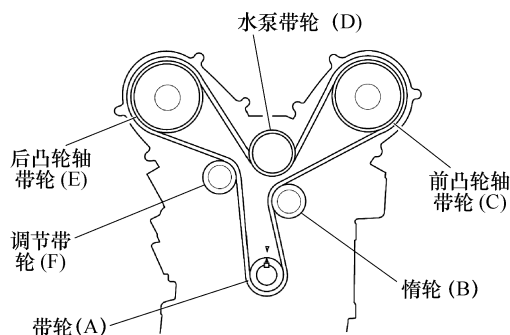

图 2-9 安装正时带
12) 从驱动轮开始，按逆时针顺序安装正时带，见图 2-9。